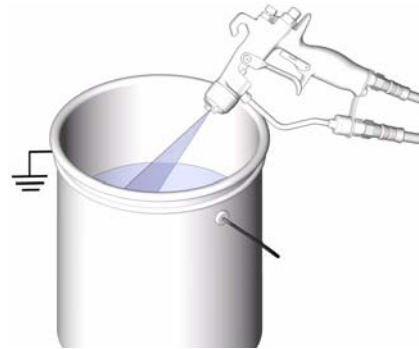

FIG. 12
5. Sujete una parte metálica de la pistola firmemente contra un recipiente de metal y dispare la pistola para descargar la presión. Vea FIG. 12.